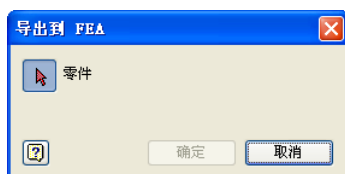

图 13-61 【导出到 FEA】对话框
(3) 进行 Inventor 分析的时候，在【运动仿真】面板上选择【导出到 FEA】，打开如图 13-61 所示“导出到 FEA”对话框。
(4) 在图形窗口中，单击要进行分析的零件，作为 FEA 分析零件。